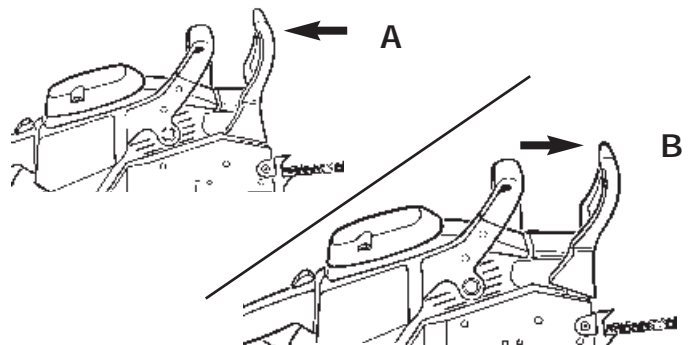

Fig. 30
1. El Chain Brake® está DESENGANCHADO (la cadena se puede mover) cuando la manija del freno es jalada hacia atras y asegurada (Fig. 30).
2. El Chain Brake® esta ENGANCHADO (la cadena es detenida) cuando la manija del freno se encuentra hacia adelante. Usted no deberá poder mover la cadena (Fig. 30).